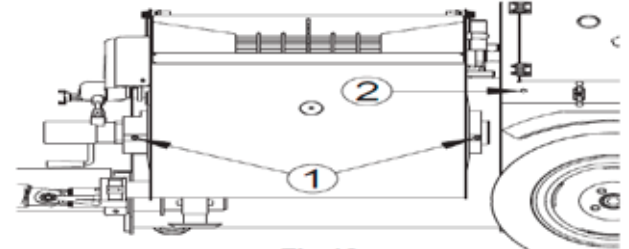

Fig.13
După terminarea operațiunii, aplicați vaselină zilnic, cu pompa în funcțiune, cele două puncte de suport a arborelui de amestecare (fig. 13, ref. 1) și suportul agitator prin dispozitivul de lubrifiere (fig. 14, ref. 2).